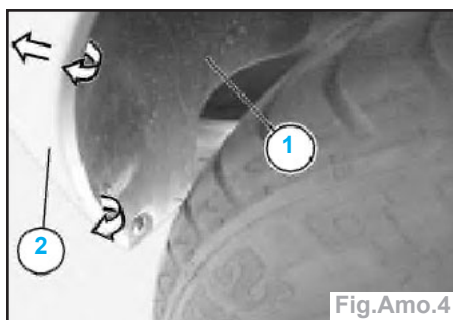

Fig.Amo.4
- Dégager l'écran de passage de roue (1) G/D à l'aide d'une lame fine en tirant légèrement le bouclier (2) en avant (Fig.Amo.4).